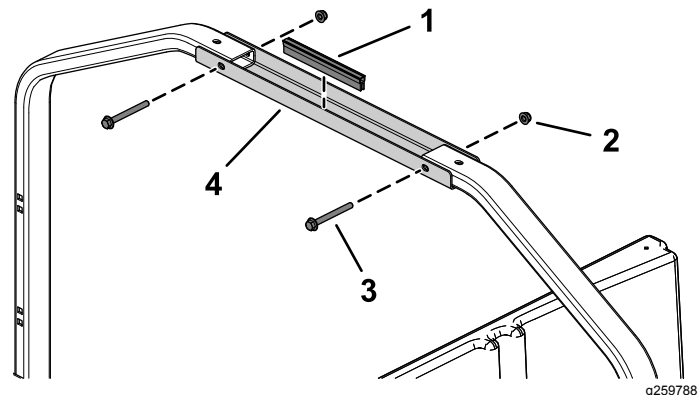

图13
2. 如 图13 所示用 2 个凸缘头螺栓 5/16 x 3 英寸和 2 个凸缘螺母 5/16 英寸将管道安装支架固定到后安装管上。
3. 将修整密封条安装到管道安装支架上 图13。